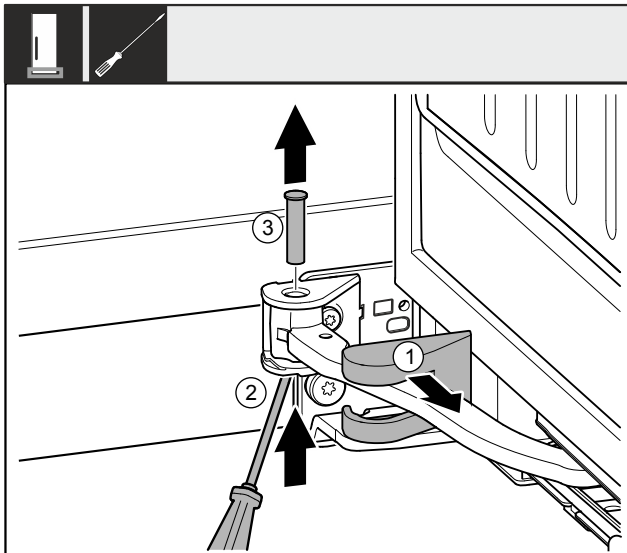

Fig. 9
- Retirer le cache du support de palier Fig. 9 (1) et le déplacer le long de la jointure.
- Soulever l'axe Fig. 9 (2) par le bas avec un tournevis.
- Retirer l'axe Fig. 9 (3) par le haut.